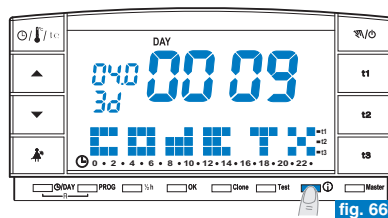

fig. 66
- Dalla videata precedente (fig. 65) premere un'altra volta il tasto : sul display apparirà il serial number che viene trasmesso dal cronotermostato ogni volta che avviene una trasmissione dati (esempio in fig. 66).